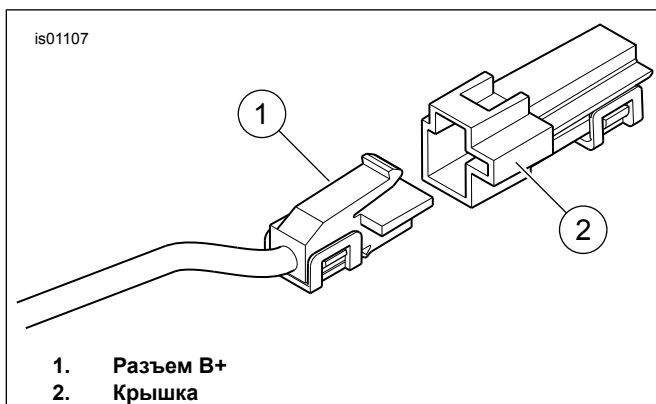

Рисунок 5. Разъем В+
1. См. Рисунок 5 . Определите расположение разъема В + (положительный полюс аккумулятора) (1) на главном электрическом жгуте под сиденьем (красный провод с неиспользуемым серым разъемом). Снимите крышку (2) с разъема.